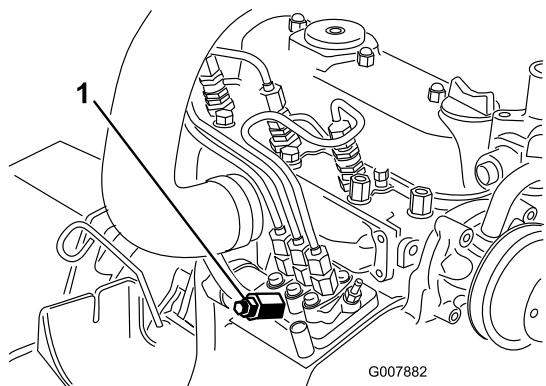

Figura 68
- Coloque un trapo debajo del tornillo de purga de aire de la bomba de inyección de combustible y abra el tornillo (Figura 68).